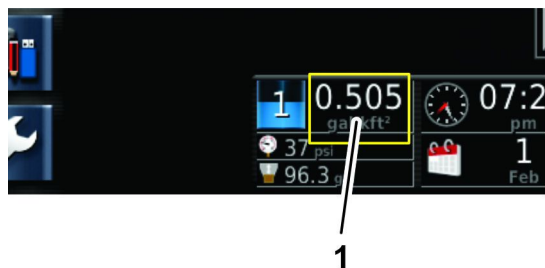

Рисунок 142
3. Дождитесь отображения запланированной нормы внесения на приборной панели (Рисунок 142).